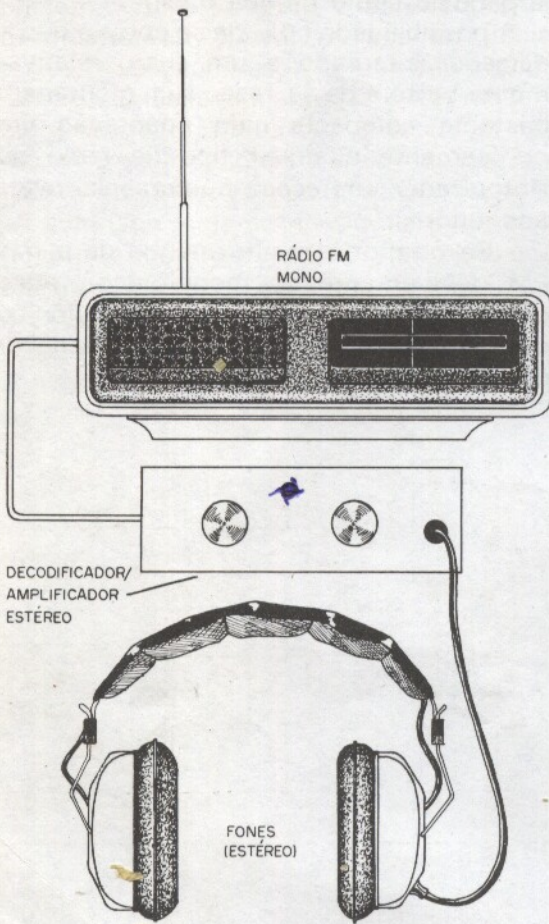

FIGURA 2
- O leitor pode usar seu radinho de pilhas FM monofônico ou mesmo seu rádio relógio de cabeceira como elemento básico de um som estéreo para fones, conforme sugere a figura 2.